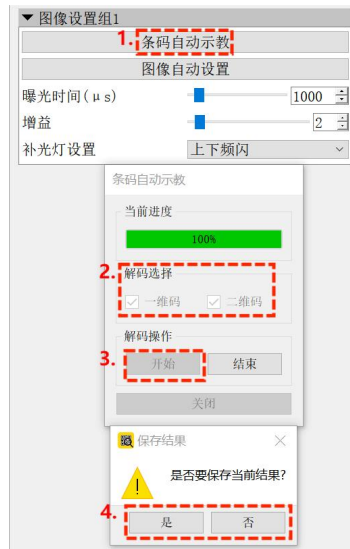

Fig 26. 条码自动示教
4. 在保存结果界面点击是，保存当前结果，如 Fig 26。